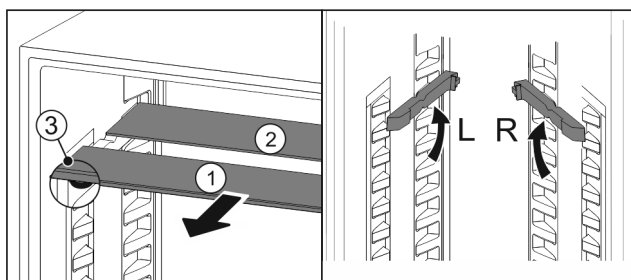

Fig. 71
- ▶ Trekk glassplatene enkeltvis fremover og ut *Fig. 71 (1)*.
- ▷ Glassplate *Fig. 71 (1)* med pyntelist ligger foran.
- ▷ Stoppere *Fig. 71 (3)* peker nedover.